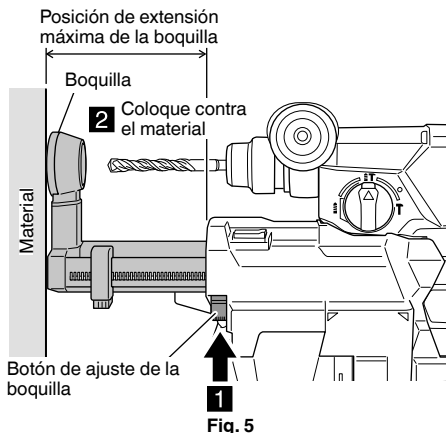

Fig. 5
- (1) Presione el botón de ajuste de la posición de la boquilla y asegúrese de que la boquilla esté en la posición completamente extendida. (Fig. 5)
- (2) Mientras sujeta la herramienta de tal manera que no se pulse el interruptor, coloque la boquilla contra el material a taladrar. (Fig. 5)